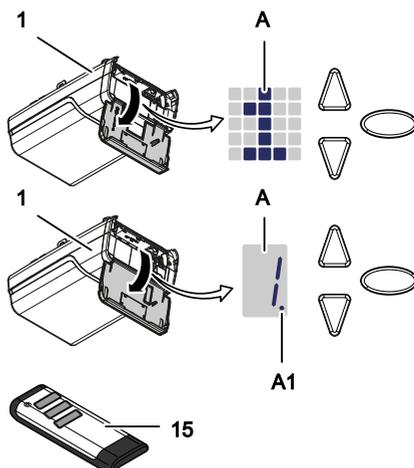

Fig. 4: Éléments de commande et variantes d'affichage numérique
Montez la console de raccordement (11) sur la porte de garage (fig. 4).